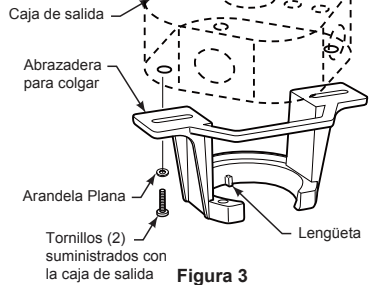

Figura 3
Uso del soporte (Figura 3)
3. Afloje los dos tornillos de fijación del soporte del barral de soporte para techo a través de la varilla. Introduzca los cables de color marrón, azul, rojo, gris, amarillo cables a través de la varilla. (Figura 3)
1. Fije bien la abrazadera para colgar a la caja de salida (no se incluye) con los tornillos y las arandelas provistas con la caja de salida. (Figura 3)
2. Deslice el receptor en el soporte de suspensión antes de realizar el cableado como se muestra en la figura 3.
4. Coloque la aspa-lado A debajo de la aspa-lado B y alinee el extremo de los orificios de la aspa. Asegure los 5/32"-32 tornillos de cabeza plana. (Figura 3)
3. Extraiga uno de los tres tornillos de ensamble del kit de iluminación y guarde los tornillos para pasos posteriores. Afloje levemente los otros dos tornillos. (Figura 3)
3. Retire la cubierta de la batería del control remoto con un destornillador y conserve el tornillo para luego. (Figura 3)